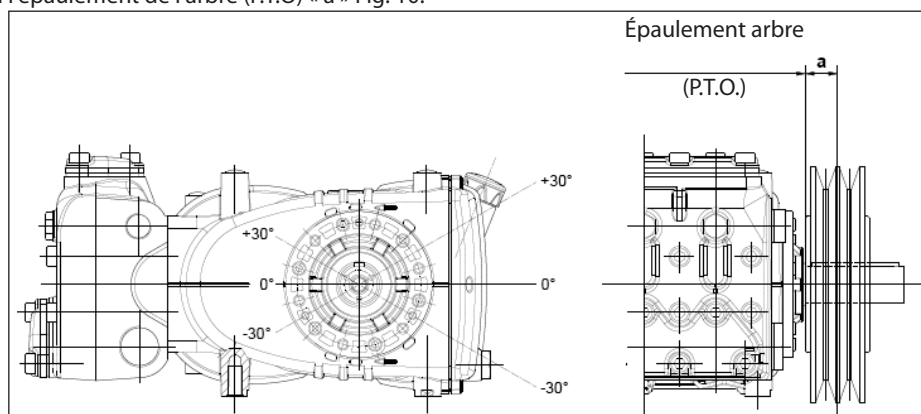

Fig. 10
La charge radiale sur l'arbre ne doit pas être supérieure à 4500 N (valeur nécessaire pour la définition du plan). La transmission est considérée appropriée si une telle charge est appliquée à une distance maximum de $a = 50$ mm de l'épaulement de l'arbre (P.T.O) comme l'indique la Fig. 10.
- b) Utiliser des courroies à haut rendement - par exemple **XPB** au lieu de **SPB** - car il sera nécessaire d'avoir une quantité inférieure de courroies égales à la puissance transmise et par conséquent une distance inférieure de la résultante par rapport à l'épaulement de l'arbre (P.T.O.) « a » Fig. 10.
- e) Contrôler la direction de la tension de la courroie comme l'indique la Fig. 10 : pour d'autres nécessités, contacter le **Bureau Technique** ou le **Service d'Assistance Clients**.